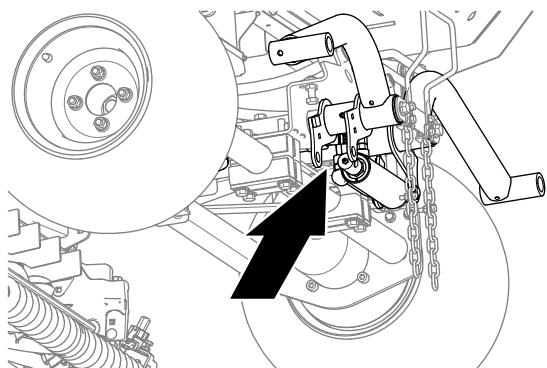

Рисунок 11
- Поместите сливной поддон под гидравлические штуцеры гидроцилиндра подъема (Рисунок 11).